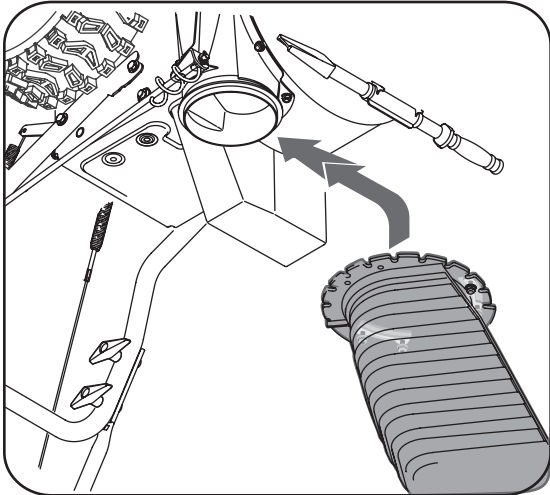

Figure 5
- Glissez la goulotte sur l'ouverture prévue en orientant l'encoche de la goulotte vers l'avant de la souffluse. Voir la Figure 5.